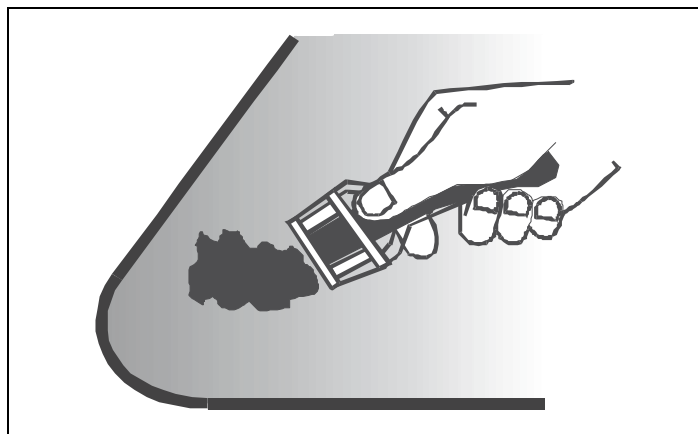

Fig.15
- Para eliminar restos de alimentos utilice una espátula de madera o un rascador especial (fig. 15), prestando atención para no rayar la superficie de la placa.